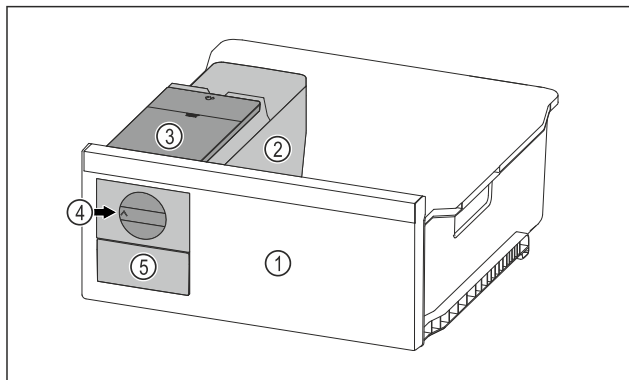

Fig. 34 Beispielhafte Darstellung
- ▶ Drehknopf Fig. 34 (4) im Uhrzeigersinn bis zum Anschlag drehen.
- ▷ Eiswürfel fallen aus der Eiswürfelschale in das Eiswürfelschubfach Fig. 34 (5).